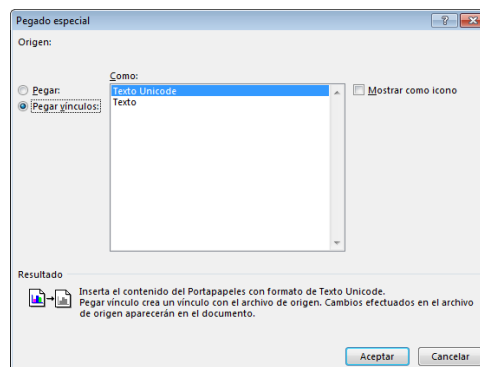

Figura 10:55 Selección de “Pegar vínculos” en Excel
5. Sucesivamente aparecerá la ventana que se muestra en la Figura 10, seleccionar “Pegar vínculos”, seguido dar clic en “Texto Unicode” y luego en “Aceptar”.